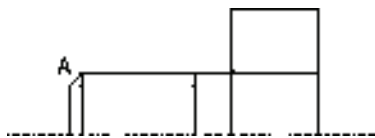

图 4-66 倒角处理
(5) 倒角处理 单击“修改”工具栏中的“倒角”按钮，倒角距离为“1”，对图 4-66 所示 A 点处的两条直线进行倒角处理，结果如图 4-66 所示。